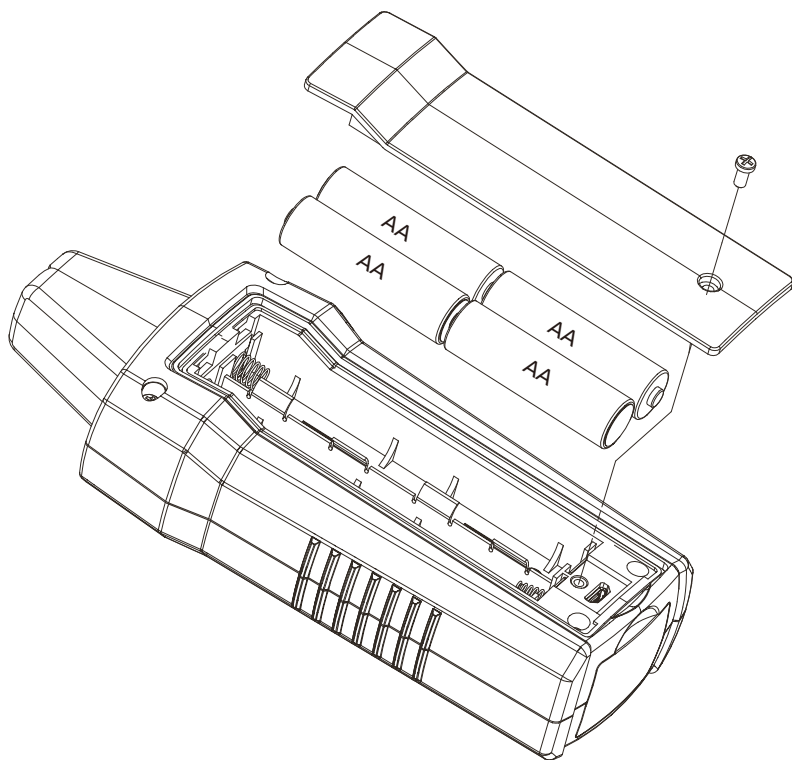

图5.1：更换接收器电池
4. 如图 5.1 所示更换电池。观察电池槽中所示的电池电极。